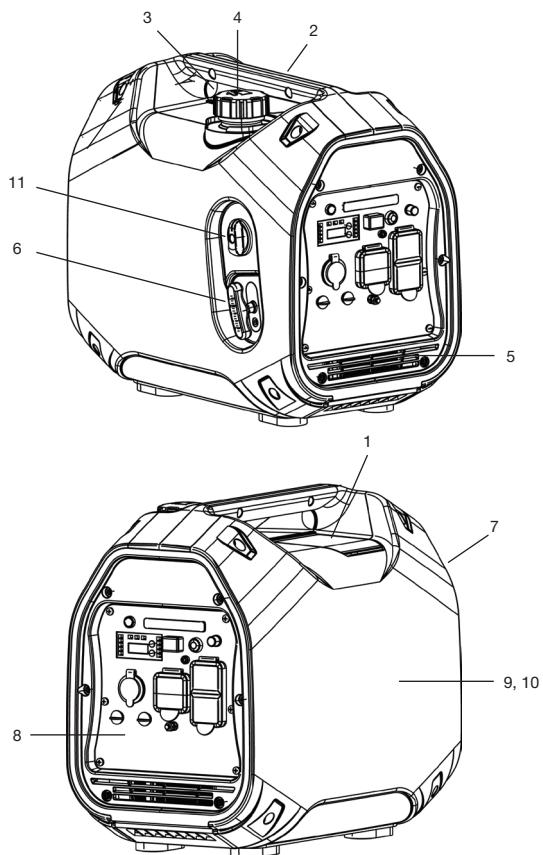
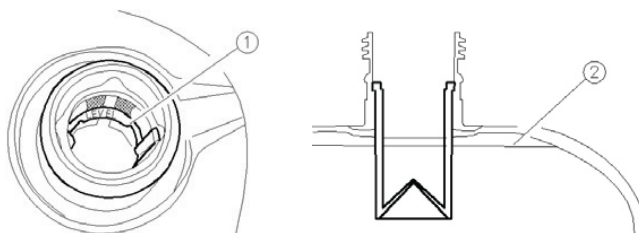

Рис. 1
Рис. B2
Снимите крышку (3) (рис. 1) и заполните топливный бак бензином. Максимальный уровень заполнения бака находится на уровне 5 мм от нижнего края горловины (рис. B2).
- Снимите крышку корпуса (9) (рис. 1).